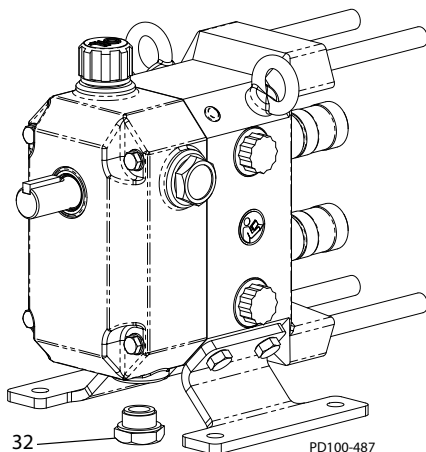

Figure 37 - Retirez le bouchon de vidange d'huile
- Retirez le bouchon de vidange du bas (Figure 37, objet 32) et vidangez l'huile dans un récipient approprié. Jetez l'huile usagée en respectant les exigences locales.